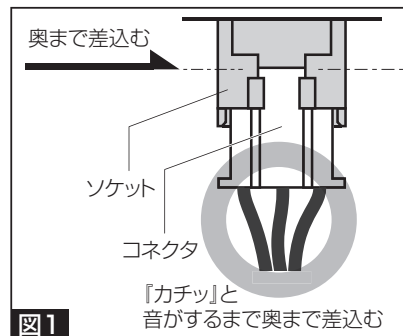

図1
- コネクタを図1のように、しっかりと奥まで差込む 図2のように、奥まで差込まれていないと、作動しない場合があります。